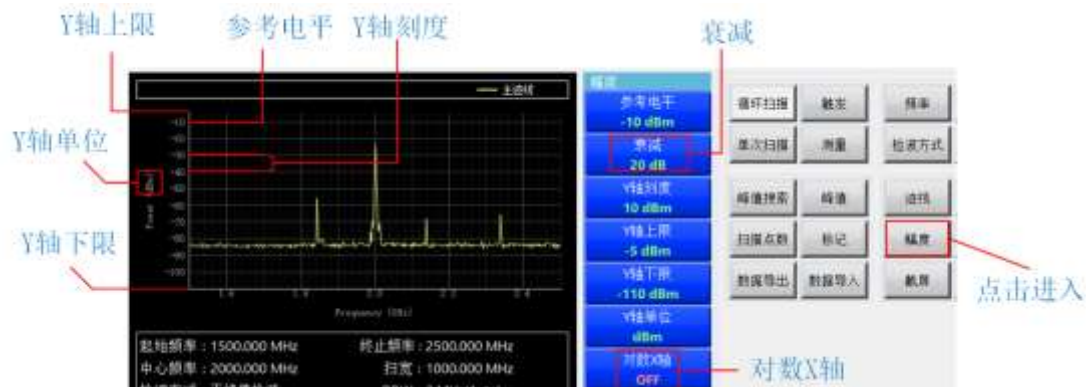

图 4-19
如图 4-19，点击“幅度”按钮进入菜单。
3. Y 轴刻度，如图 4-19 中可见表示两个刻度间的差值，精确度为 1
4. Y 轴单位，更改后系统实时计算方式都将随之改变，谨慎选择（最大、最小保持不会改变），可供选择的单位如图 4-20，点击图 4-19 中“Y 轴单位”即可进入。